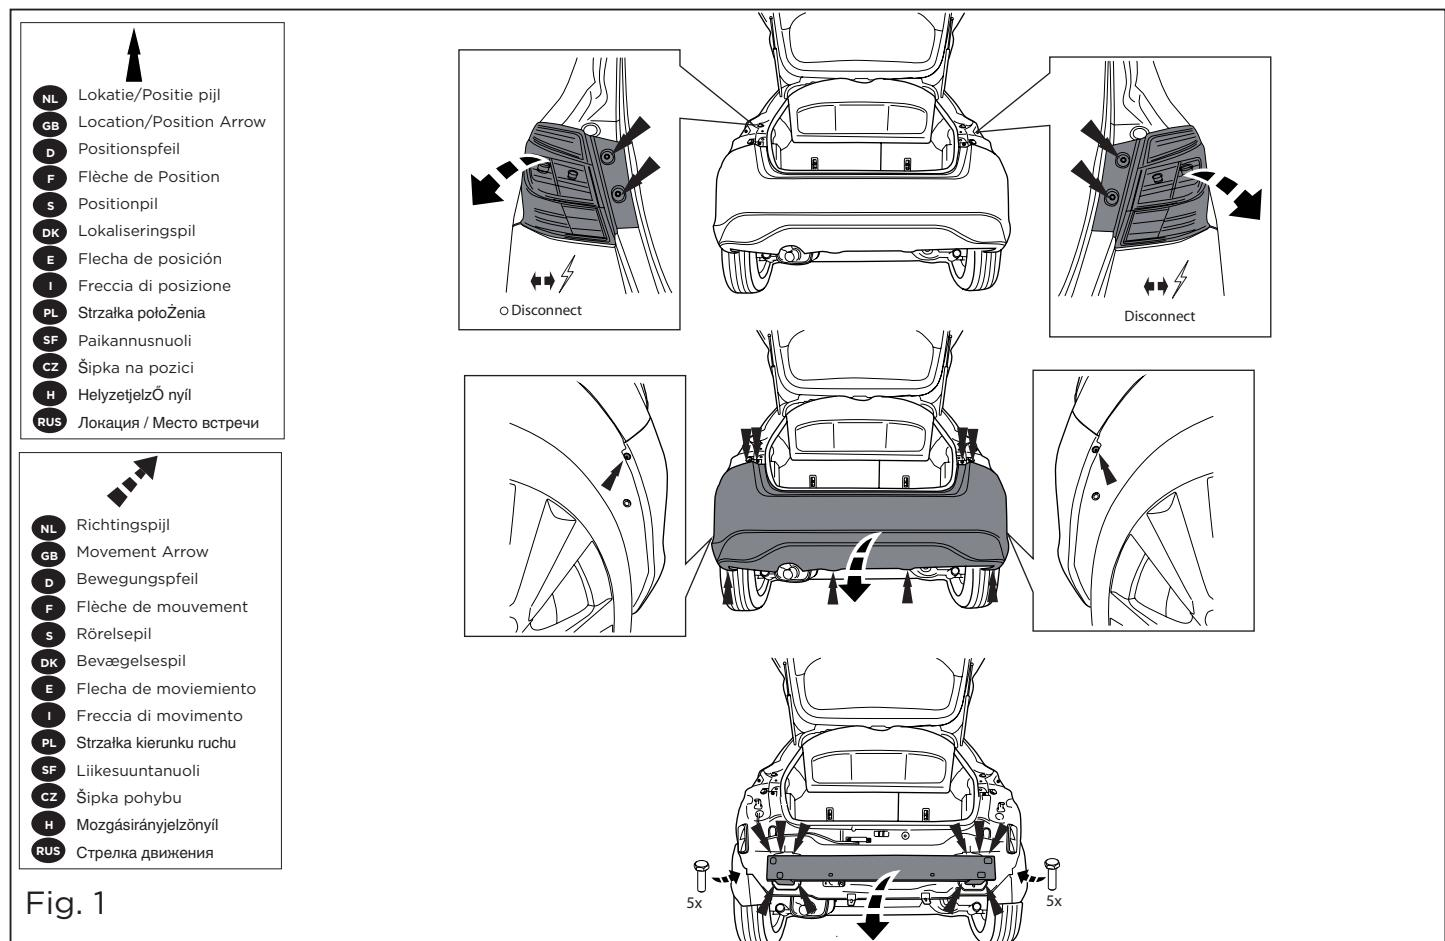

Fig. 1
1. Die Rücklichter abmontieren. Die Stoßstange einschließlich des stählernen Stoßbalkens vom Fahrzeug abmontieren. Der Stoßbalken wird nicht mehr benötigt. Die Schrauben wieder anbringen. Siehe Abbildung 1.